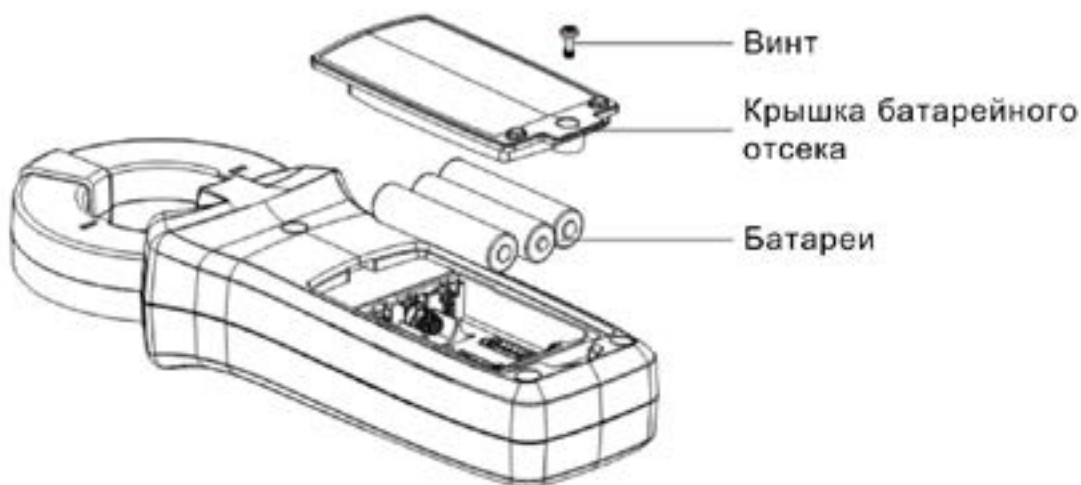

Рисунок 3
2. Установка или замена батареек (рисунок 3)